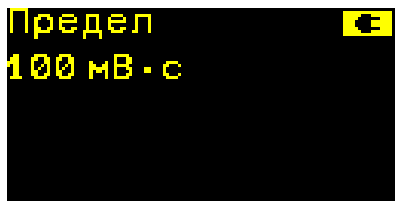

Рисунок 3.1. Дисплей веберметра при установке предела измерений
- последовательное при каждом нажатии на клавишу циклическое переключение пределов измерений: $10 V \cdot c \rightarrow 1 V \cdot c \rightarrow 100 mV \cdot c \rightarrow 10 mV \cdot c \rightarrow 1 mV \cdot c \rightarrow 100 \mu V \cdot c$ (рисунок 3.1);